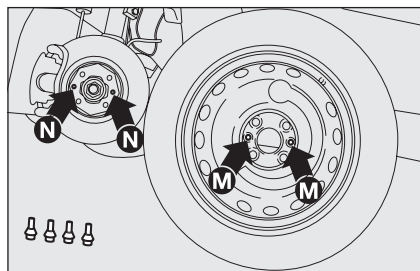

fig. 14
- ☐ montare il ruotino facendo coincidere i fori **M**-fig. 14 con i relativi perni di centraggio **N**;